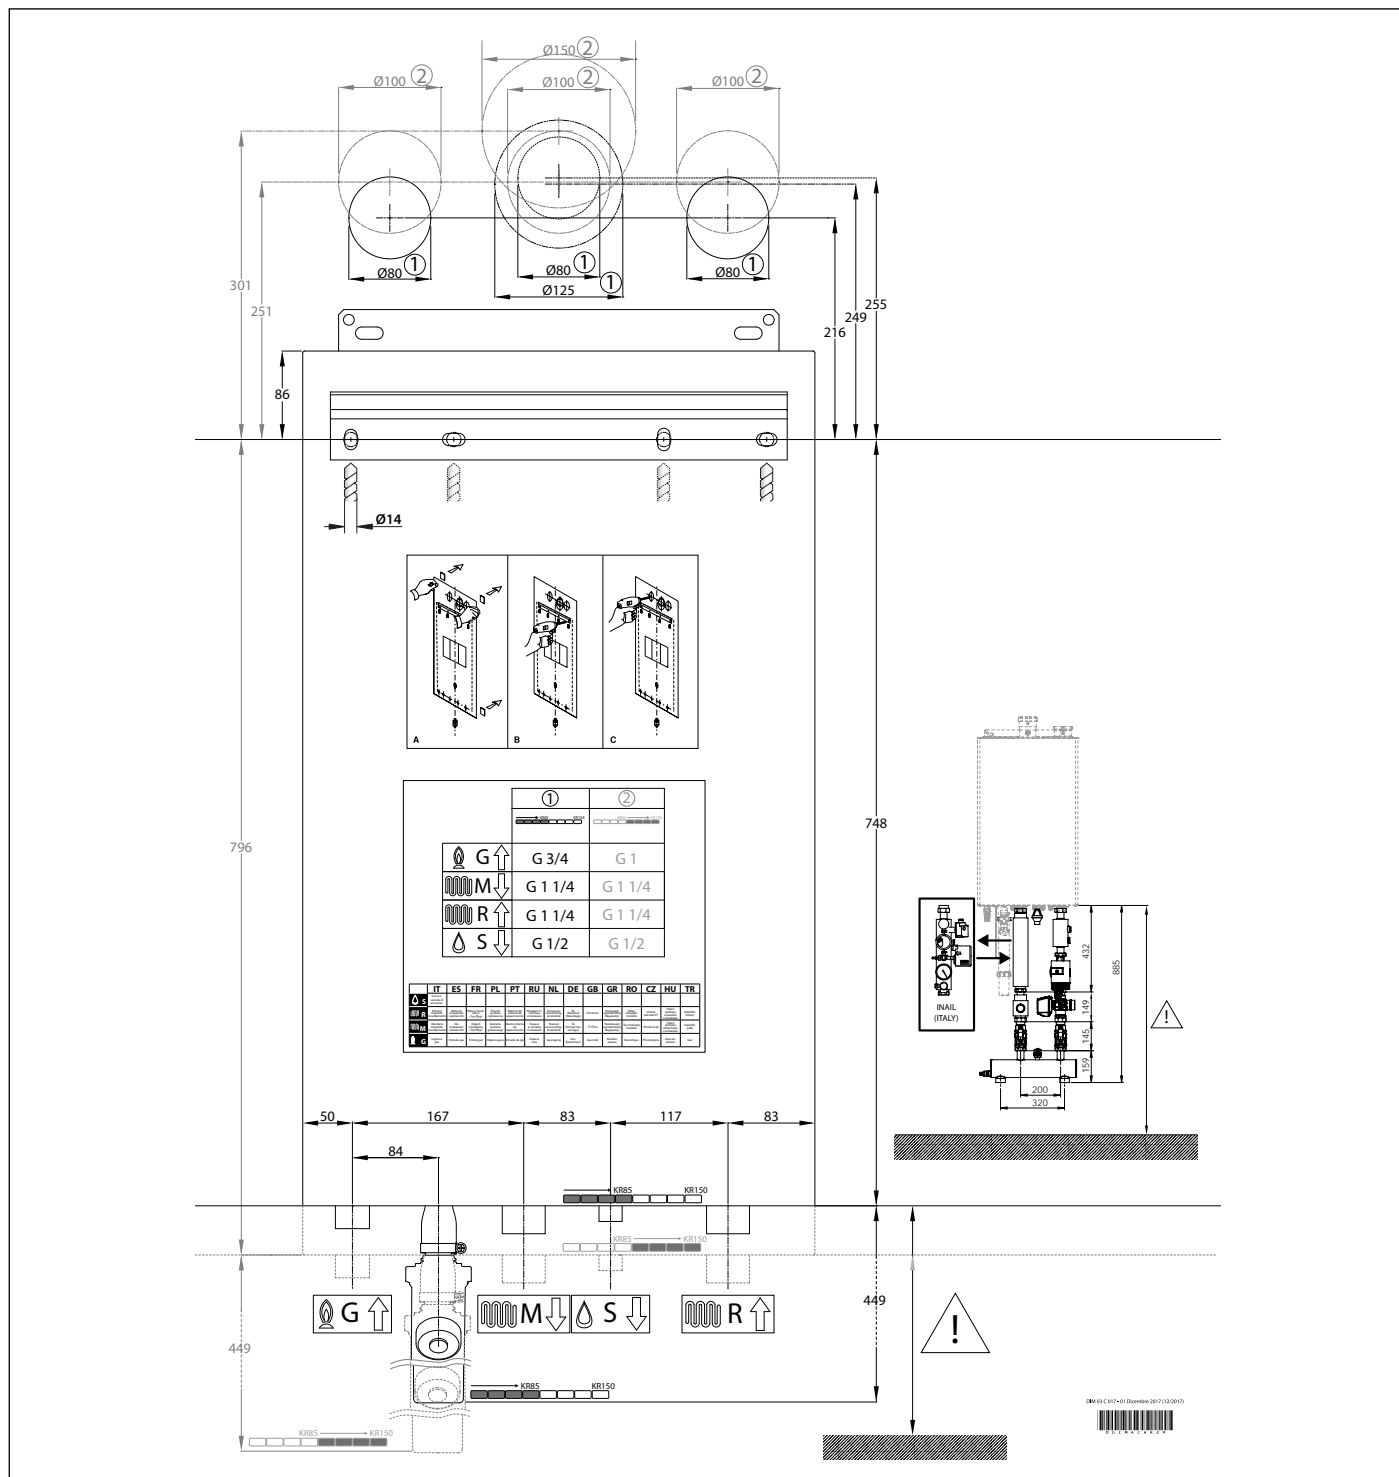

Рис. 9 Шаблон из картона
- Монтажный шаблон (смотри Рис. 9 Шаблон из картона).
Каждый котел снабжен специальным шаблоном из картона (смотри Рис. 9 Шаблон из картона).